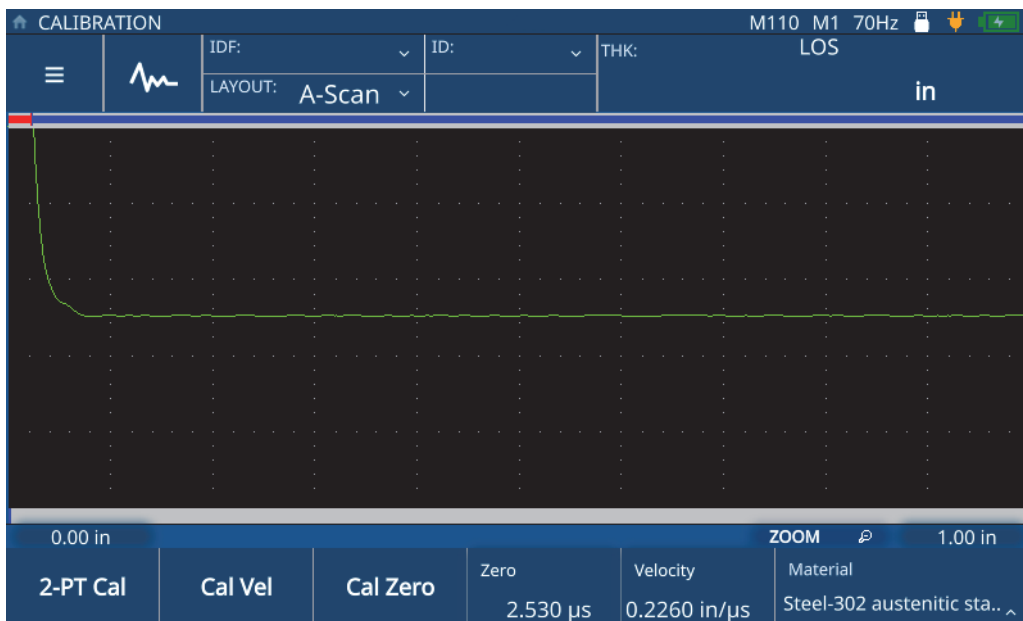

Figura 5-1 Menu Calibration
2. Premere il pulsante **CAL** per aprire il menu Calibration (taratura) [vedi Figura 5-1 a pagina 44].